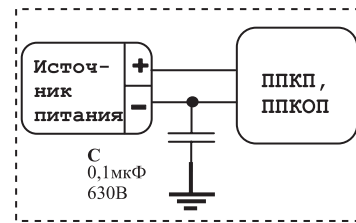

Рисунок 3
**ВНИМАНИЕ!!! В ЦЕЛЯХ ПОВЫШЕНИЯ ПОМЕХОУСТОЙЧИВОСТИ СИСТЕМЫ ПОЖАРНО-ОХРАННОЙ СИГНАЛИЗАЦИИ МИНУСОВОЙ ПРОВОД ИСТОЧНИКА ПИТАНИЯ ППКП (ППКОП) РЕКОМЕНДУЕТСЯ ЗАЗЕМЛЯТЬ ЧЕРЕЗ НЕПОЛЯРНЫЙ КОНДЕНСАТОР ЕМКОСТЬЮ 0,1–0,47 МКФ × 400 В (ИЛИ БОЛЕЕ). НАПРИМЕР: К73-17, 0,1 МКФ, 630 В (см. рисунок 3).**